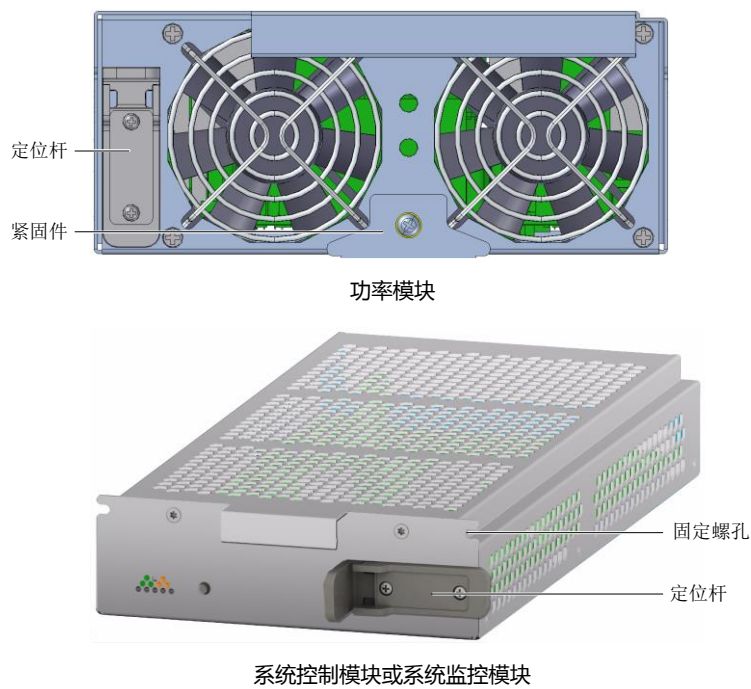

图6-2 定位杆和紧固件
2. 根据不同模块类型拆卸模块，如图 6-2 所示，拆卸方法如下：